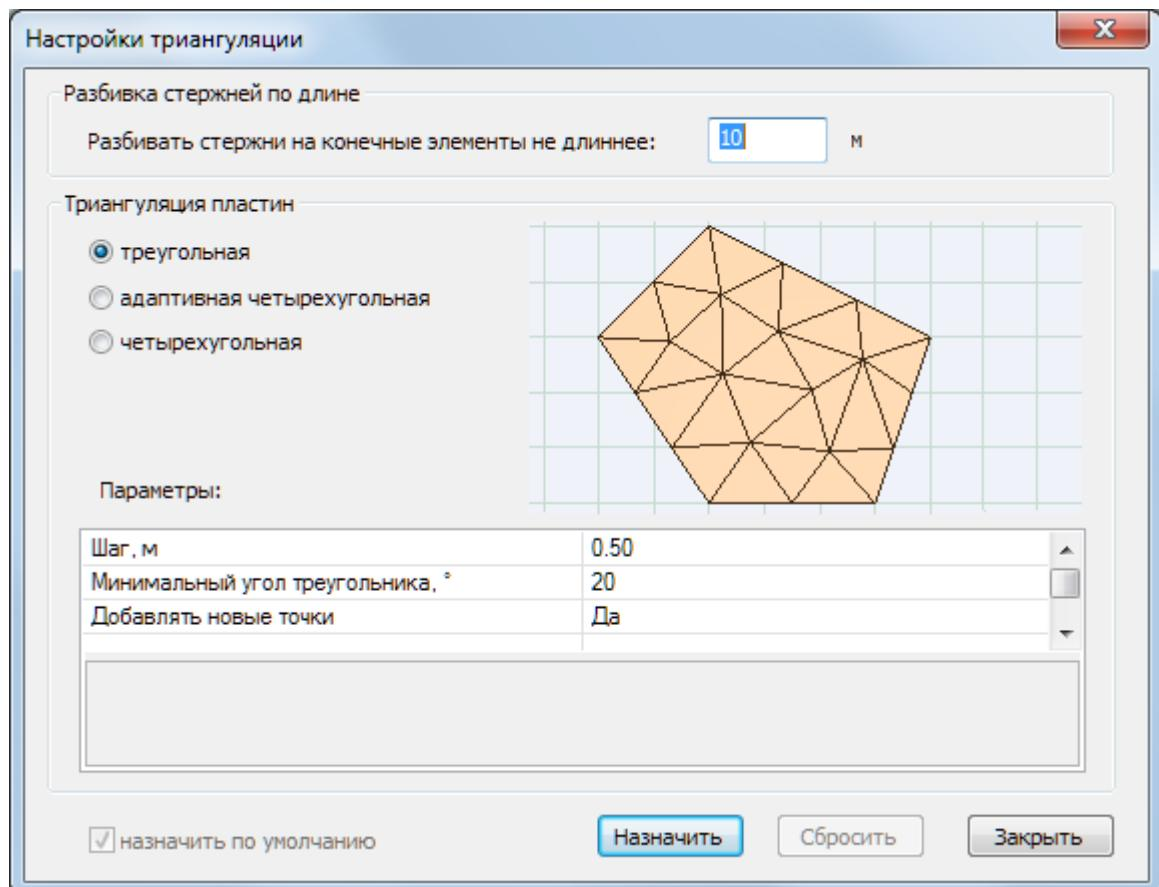

Рис.5.9. Диалоговое окно **Настройки триангуляции**
- Вызовите диалоговое окно **Настройки триангуляции** (рис.5.9) щелчком по кнопке **Настройки** (панель **Расчетная модель: триангуляция** на вкладке **Аналитика**).